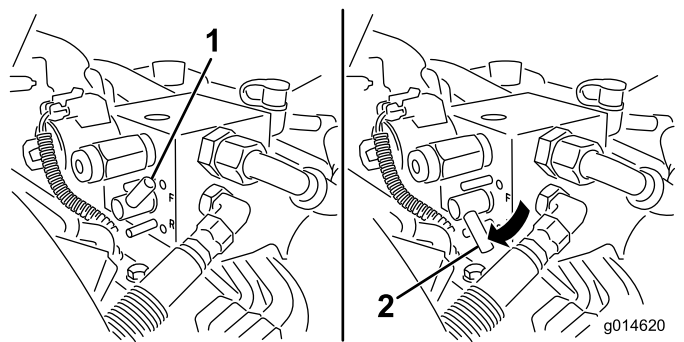

Figura 55
5. Girate la leva di lappatura in posizione di retromarcia (R) (Figura 55).